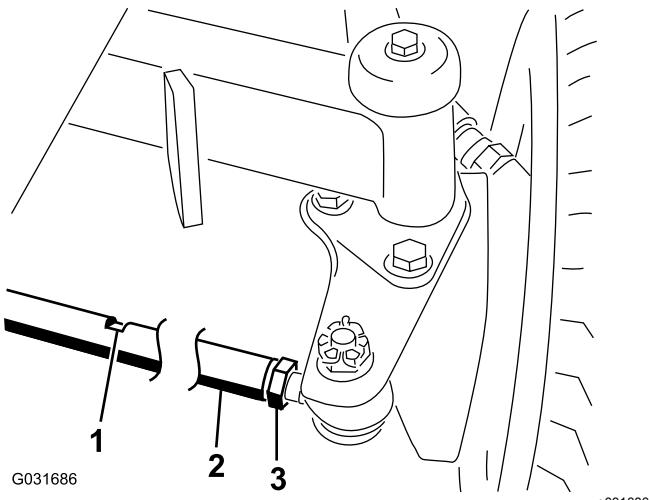

Figura 66
- Desaperte a porca de bloqueio em cada extremidade da barra de direção (Figura 66).